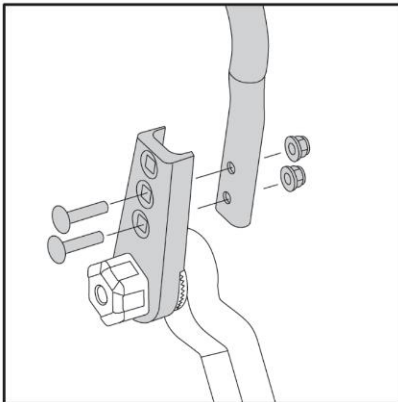

Fig.5
2. Det finns två justerbara positioner med möjlighet att flytta upp eller ner för justering. Skruva fast de två bultarna antingen i övre eller nedre positionen. (Fig. 5)